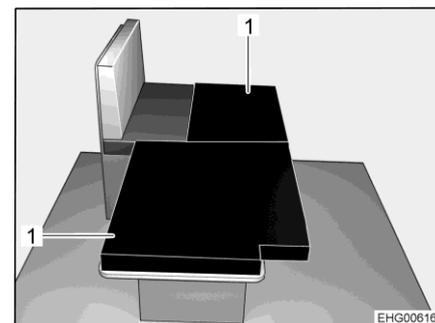

Fig. 49 Dopo la trasformazione
- Posizionare i due cuscini aggiuntivi (Fig. 49,1) sul tavolo ribassato, come illustrato.